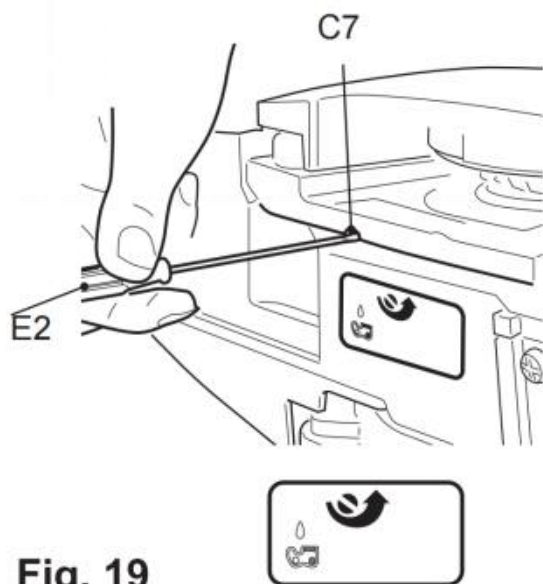

Fig. 19
- 4) Ruotare la vite di regolazione (C7) dell'oliatore sul fondo del prodotto per regolare il flusso dell'olio della catena con il multiutensile (E2) (Fig. 19).